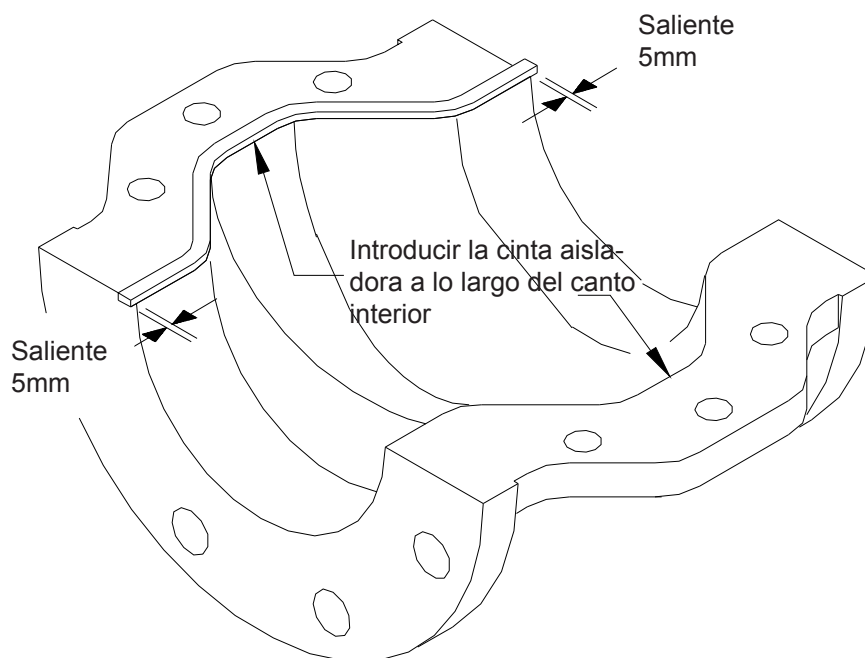

Ilustración 4-1: Colocación de la cinta aisladora
- PASO 3: Para sellar las mitades de válvulas será suficiente con colocar una cinta aisladora de teflón PTFE de 5 mm. Coloque la cinta sólo sobre una mitad de válvula, no sobre ambas. La cinta deberá discurrir por el perímetro interior de la mitad de válvula y sobresalir unos 1/16" - 1/8" por encima del borde (véase ilustración 4-1).